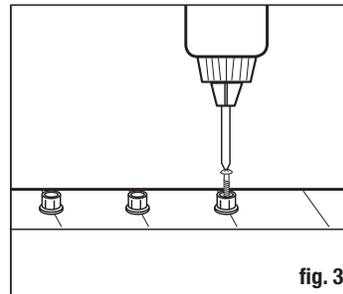
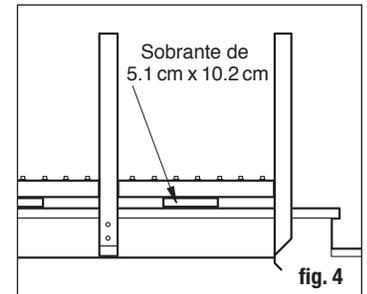
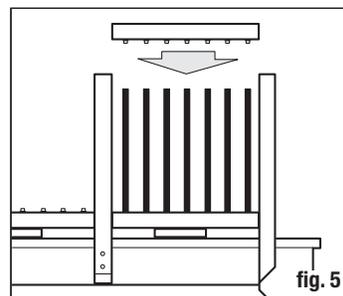

fig. 3
fig. 4
fig. 5
Paso 3: Con un destornillador taladro, atornilla los conectores de balaústre en cada marca usando los tornillos incluidos (fig. 3). Aplica pasta selladora de silicona en cada conector para evitar que los balaústrés se doblen o suenen después de completarse la instalación. La pasta selladora debe estar en la parte exterior del conector, donde el balaústre hará contacto con el borde exterior del conector.
Paso 4: Coloca el riel inferior entre los postes de baranda, sostenido por un bloque de 7.6 cm (material de desecho de 2x4 funciona mejor) (fig. 4). Asegura el riel a los postes con los conectores de riel y desliza los balaústrés sobre los conectores inferiores (fig. 5). Coloque con cuidado la barandilla superior sobre los balaústrés; trabajando de un extremo al otro asegurándose de que cada balaústre esté asentado correctamente en cada conector (fig. 5).
Paso 3: Coloca bien los conectores en los rieles. Los conectores superior e inferior quedarán en direcciones opuestas (fig. 3). Atornilla los conectores en su sitio. Para colocar bien los conectores, atorníllalos verticalmente hasta que el tornillo penetre en la madera (fig. 4). Coloca el tornillo al ángulo adecuado y apriétalo. No aprietes demasiado, ya que puede mover el conector fuera de su lugar.
Paso 4: Asegura que los conectores queden bien alineados; aplica pasta selladora de silicona a cada conector y ensambla los rieles superior e inferior con los balaústres (fig. 5). Seguidamente instala toda la sección del barandal entre los postes de la escalera (fig. 6). Para secciones de barandillas de escaleras de más de 4 pies, se requieren bloques de soporte. Estos se pueden hacer con material de riel sobrante de 2x4. Coloque correctamente el bloque de soporte y fíjelo con los pies al riel inferior y la tabla de la plataforma.